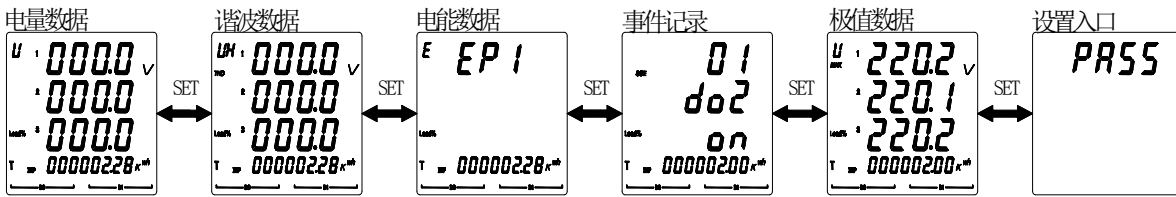

图 15
5.2.3 查看 AMC72L/96L 的各类电量参数的步骤如图 15 所示